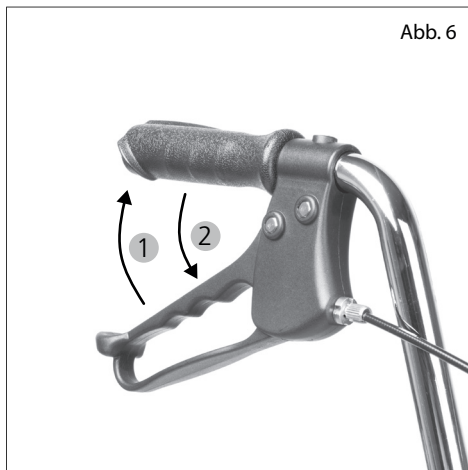

Abb. 6
1. Til bremsning under fremadrettet bevægelse (driftsbremse) skal du trække det to bremsehåndtag ensartet opad (1, Fig. 6).
2. Til sikker og kontinuerlig bremsning, når den står, f.eks. for at sidde, skal du trykke bremsehåndtaget kraftig nedad (2, Fig. 6). Bremsehåndtaget gå i indgreb i denne position.